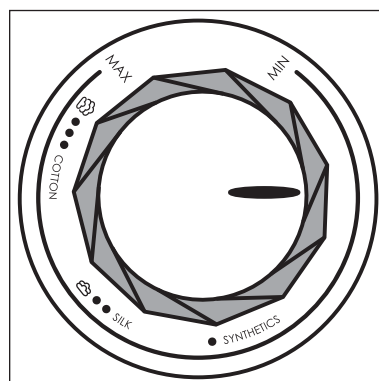

Fig. 2
- Si può stirare a secco, senza vapore, a qualsiasi temperatura. Stirare a vapore è possibile soltanto a partire dal campo di regolazione ●● del regolatore di temperatura ⑥.
- 3) Impostare la temperatura desiderata con il regolatore di temperatura ⑥ (vedere tabella sottostante e fig. 2).